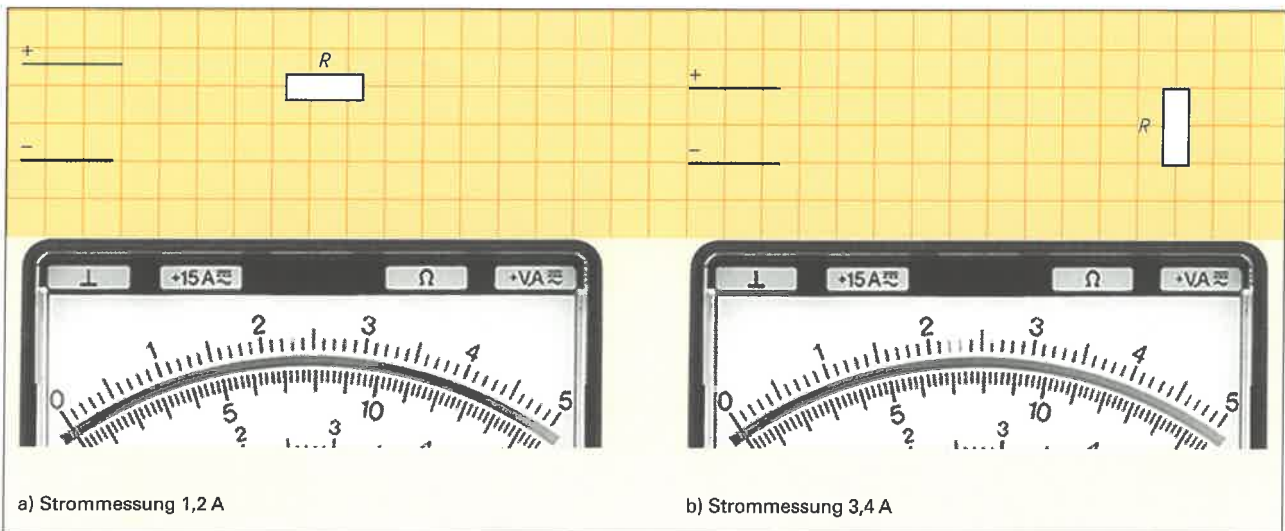

Bild 2: Strommessungen (2)
7. Mit dem Messgerät nach **Bild 2, Blatt-Nr. 8.1** soll ein unterschiedlicher Strom durch den Verbraucher R von a) 1,2 A und b) 3,4 A gemessen werden. Schließen Sie das Messgerät im **Bild 2** an.